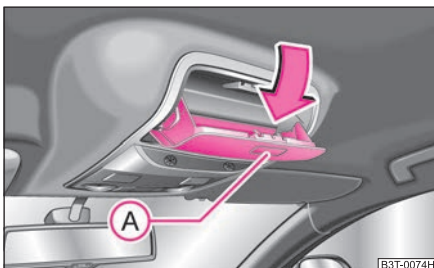

Abb. 96 Ausschnitt des Dachhimmels: Ablagefach für Brille
- Drücken Sie die Taste **A**, das Ablagefach klappt herunter ⇒ Abb. 96.